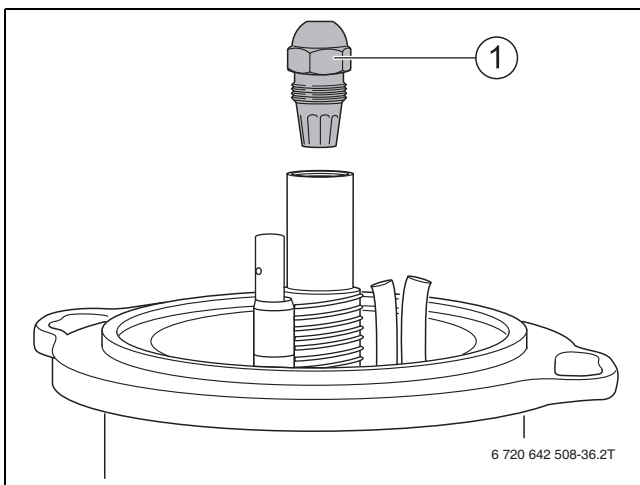

Bild 57 Düse abschrauben
- Düse abschrauben (→ Bild 57).